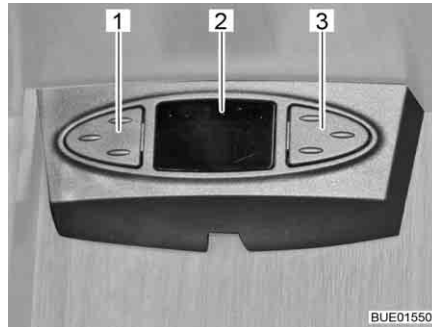

Bild 28 Satellitmus
Satellitmus Beroende på modell är satellitanläggningen försedd med en satellitmus. Satellitmusens indikator (Bild 28,2) visar den inställda kanalen. Via de båda knapparna kan satellitanläggningens grundläggande funktioner styras (sändarbyte, sätta igång/stänga av).
- Välja föregående sändare från sändarlistan: Tryck ner vänster knapp (Bild 28,1).
- Välja nästa sändare från sändarlistan: Tryck ner höger knapp (Bild 28,3).
- Växla mellan radio och tv: Tryck samtidigt kort på knapparna (Bild 28,1 och Bild 28,3).
- Till- och frångkoppling av mottagare: Tryck samtidigt kort på knapparna (Bild 28,1 och Bild 28,3) och håll ner dem.